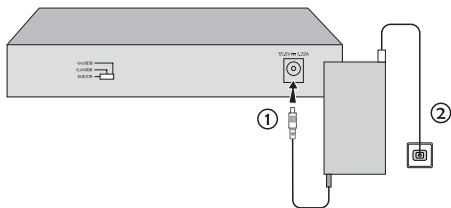

图3-2 电源适配器连接示意图
2. 交换机原装电源适配器连接交换机与插座，如图3-2所示。